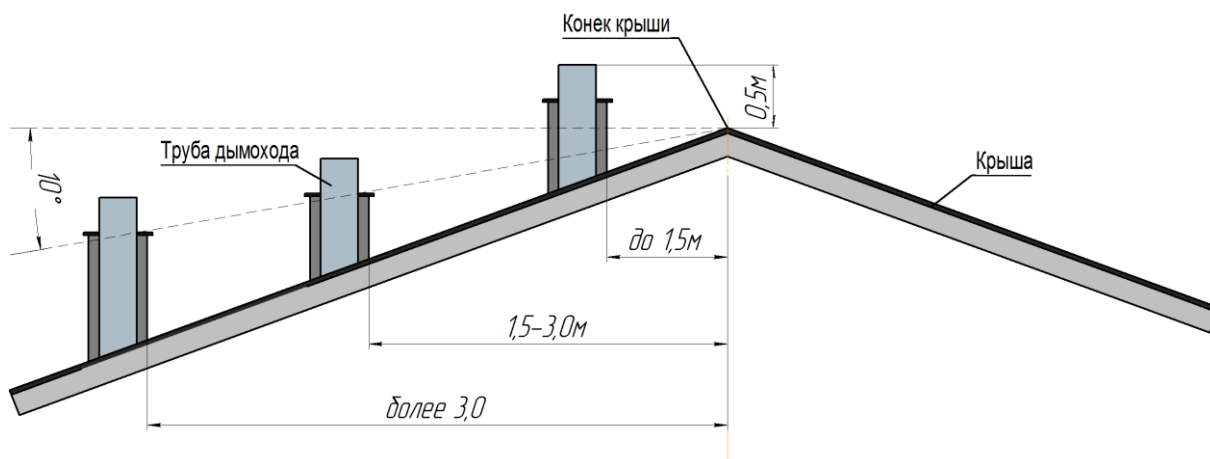
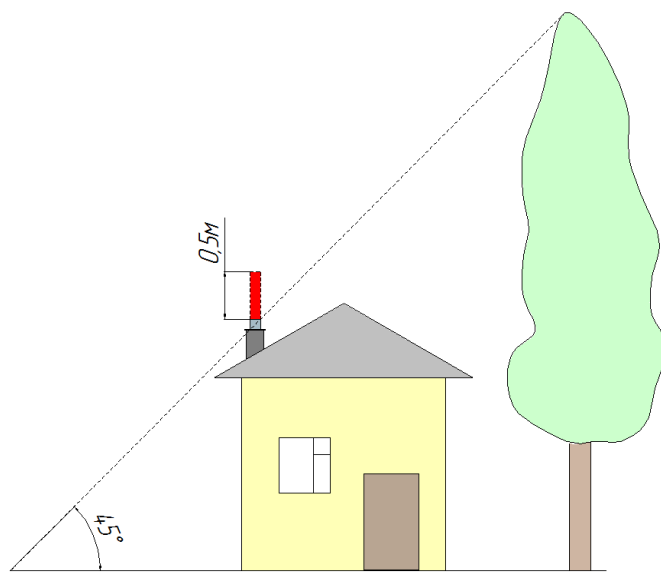

Рис.8 Рекомендованная схема размещения дымовой трубы над гребнем крыши.
Рис.9 Увеличение длины дымохода при наличии возле здания зоны ветрового подпора
7.6.3. Дымоход должен обеспечивать выход дымовых газов из котла, не создавая при этом дополнительных сопротивлений (см. Рис.8 и Рис.9).